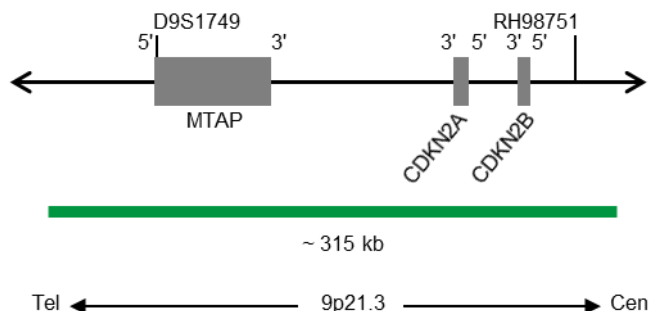

Abb. 1: SPEC CDKN2A Sondenlokalisierung (nicht maßstabsgetreu)
- ZyGreen (Anregung 503 nm/Emission 528 nm) markierten Polynukleotiden (~10 ng/ $\mu$ l), die gegen Sequenzen in 9p21.3\* (chr9:21,742,629-22,056,853) gerichtet sind, welche die CDKN2A-Genregion enthalten (siehe Abb.1).